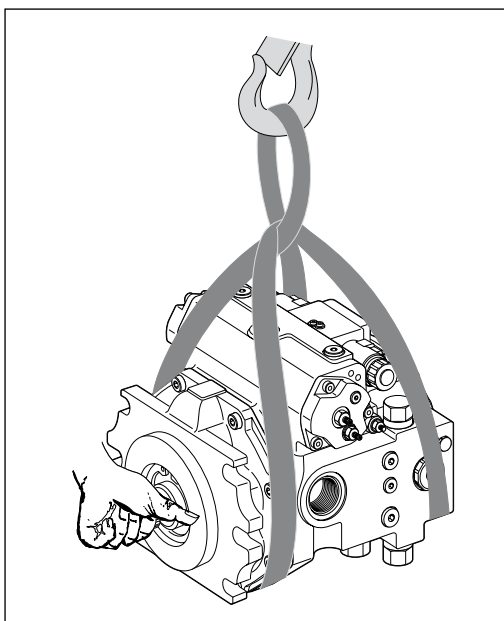

Рис. 3. Транспортировка с помощью стропа
- ▶ Обвяжите аксиально-поршневой агрегат так, чтобы строп не проходил через монтируемые части (например, клапаны) и аксиально-поршневой агрегат не был подвешен за монтируемые части (пример см. Рис. 3).